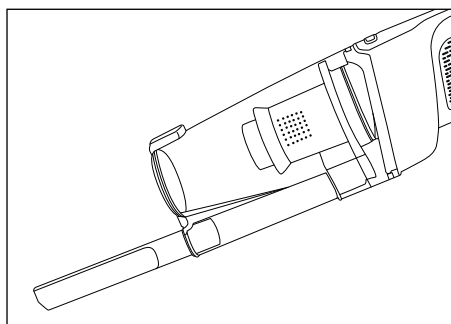

Fig. 5
5. Cambie a la boquilla para rincones para limpiar zócalos, techos y espacios pequeños (Fig. 5).